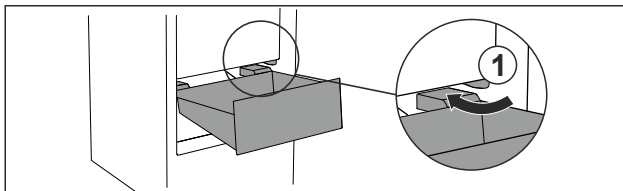

Fig. 84
- ▶ Schubfach schräg um die Stopper Fig. 84 (1) herumführen.